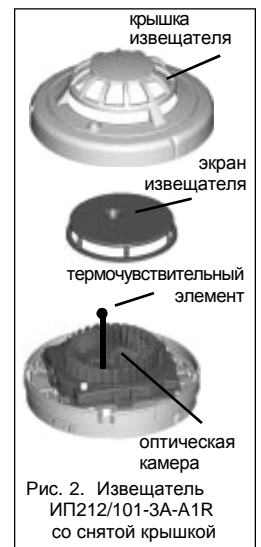

Рис. 2. Извещатель ИП212/101-3А-А1R со снятой крышкой
2. Снимите крышку извещателя (рис. 2), для чего при помощи отвертки с тонким плоским шлицем осторожно нажмите на каждую из четырех защелок в направлении центра извещателя.
3. Осторожно очистите пылесосом термочувствительный элемент, наружную поверхность экрана, не снимая его, и внутреннюю поверхность крышки извещателя (рис. 2).
6. Установите экран извещателя на оптическую камеру таким образом, чтобы термочувствительный элемент (рис. 2) прошел через отверстие экрана. Убедитесь в том, что треугольные значки на экране и на корпусе дымовой камеры ориентированы друг на друга, а направляющие дымовой камеры вошли до упора в посадочные отверстия экрана извещателя.